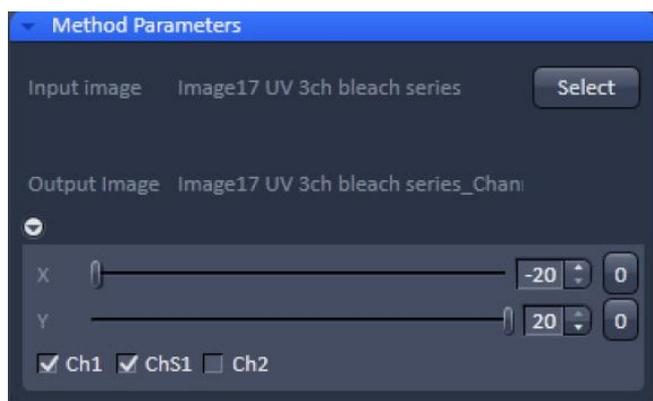

Fig 94 Channel Shift 图像选择及参数设置界面
- 在图像选择界面中点击Select按钮，导入当前图像窗口中打开的图像，其文件名自动出现在Input image右侧（Fig. 94）。